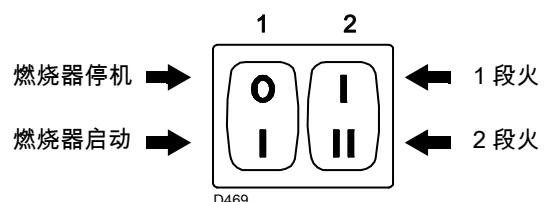
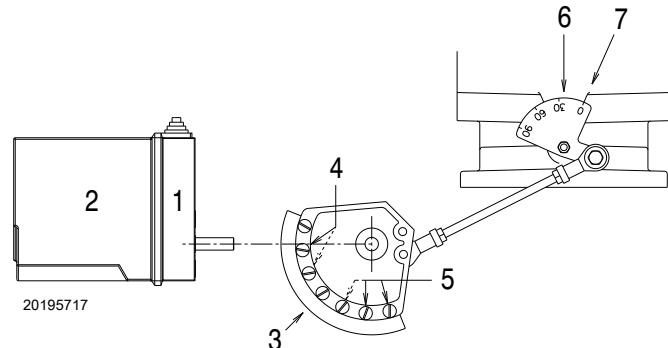

图 29
图 34
- 开关 1 (图 29) 至“燃烧器启动 (ON)”位置；
- 开关 2 (图 29) 至“1 段火运行”位置。
通过转动螺丝 5）逐步调节凸轮 3）（图 34）的钢带形状。
转动开关 2）（图 29）至 2 段火出力位置：伺服马达会开启风门挡板，同时将燃气蝶阀开大。
转动开关 2) 图 29 页 25 至 “1 段火出力 ” 位置 : 伺服马达 1) (图 34) 会关小风门挡板 , 同时将燃气蝶阀角度闭合至一段火的设定角度。
通过转动螺丝 4) 逐步调节凸轮 3) (图 34) 的钢带形状。